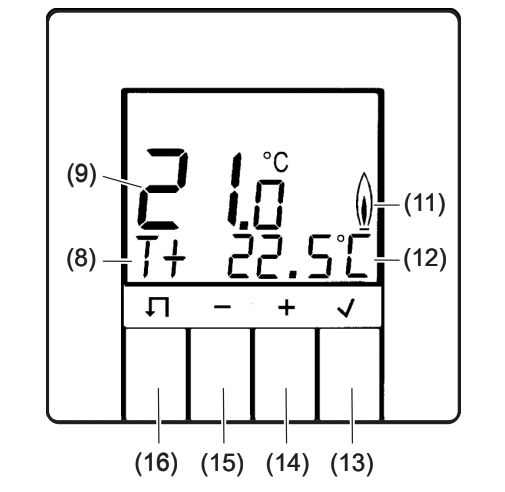

Рисунок 2. Дисплей с основной индикацией
Управление регулятором температуры осуществляется с помощью четырех кнопок под дисплеем (рис. 2, с поз. (13) до (16)). В меню можно активировать режимы работы и выполнить настройки. Если в течение 3 минут не будет нажата любая кнопка, устройство автоматически возвращается к предыдущей функции и на основную страницу дисплея (рис. 2).